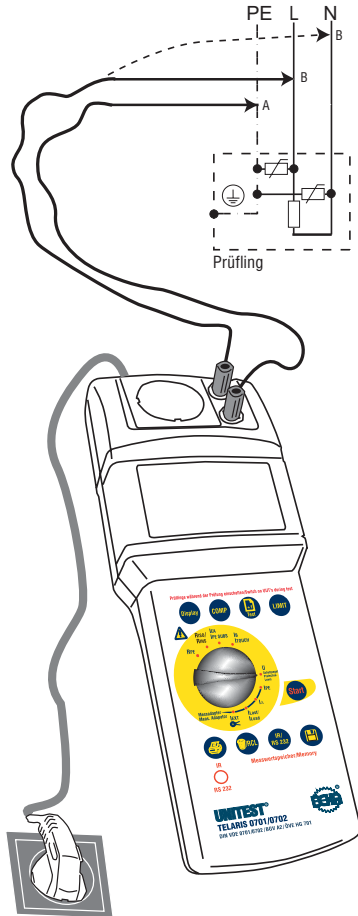

Bild 6.13: Messung des Schutzpegels bei Prüflingen mit Überspannungsableitern L gegen PE bzw. N gegen PE
- ▶ Bei Prüflingen, bei denen die Überspannungsableiter zwischen L gegen PE bzw. N gegen PE geschaltet sind, verbinden Sie die blaue Buchse (5) mit dem PE und die rote Buchse (4) mit L oder N des Prüflings, siehe Bild 6.13.
- ▶ Drücken Sie die Taste „Start“ (9). Das blinkende Symbol für die Messeinheit im Display signalisiert den aktuellen Messvorgang.
- ▶ Lesen Sie den Messwert von der LC-Anzeige (6) ab. Das Gerät zeigt den Gleichspannungswert (DC) der Ansprechspannung an.
-  Mit der Taste "Anzeige" (17) kann während der Messung der Wechselspannungswert (AC) angezeigt werden.
-  Die Messergebnisse können durch Drücken der Taste  (10) abgespeichert werden. Hinweise zu Speichern von Messwerten siehe Abschnitt 7.1 und 7.2.